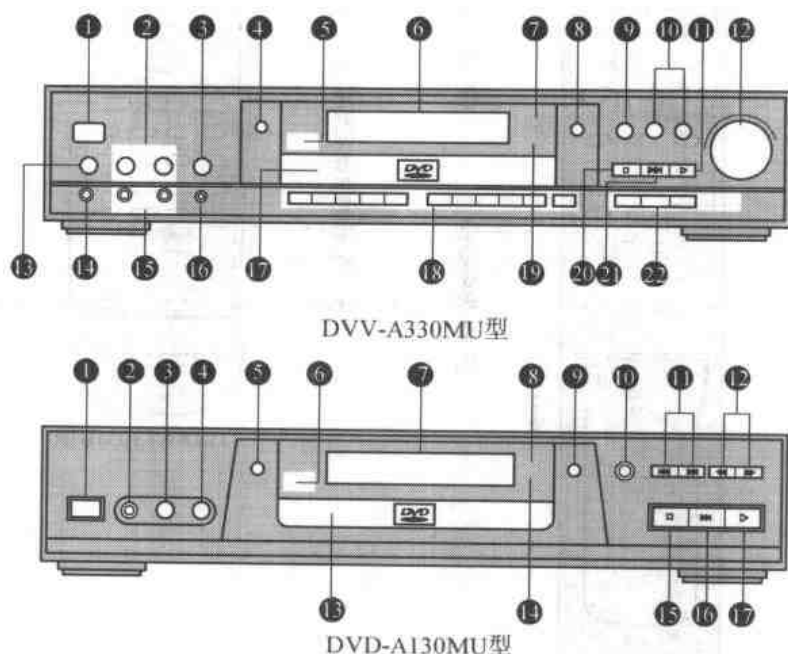
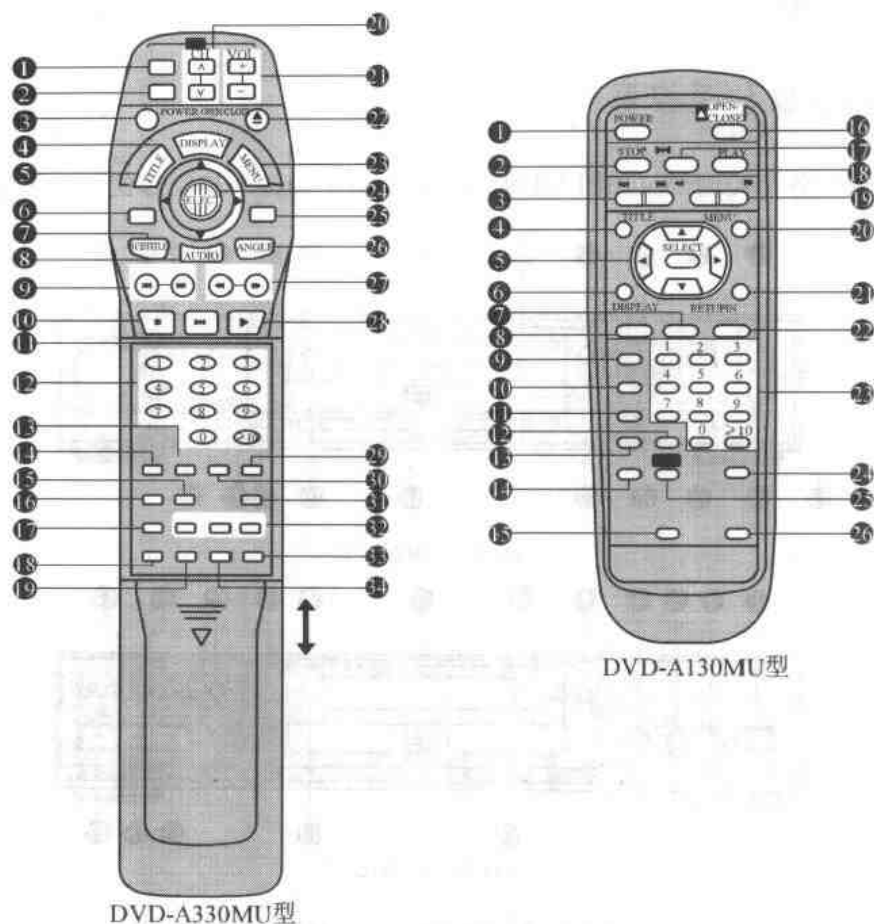

图 1-1 控制面板的各个控制部位
图 1-2 遥控器上的各个控制部位
控制面板的各个控制部位如图 1-1 所示。遥控器上的各个控制部位则如图 1-2 所示。
在图 1-1 中, DVD-A330MU 型各个控制部位的名称分别如下所述: ①——电源开/关按钮 (触按此按钮, 可使本机从打开切换至待机状态或者相反。在待机状态下本机仍将消耗少量电能); ②——话筒 1 和话筒 2 的话筒音量电平旋钮; ③——混响 (Echo) 音量电平旋钮; ④——虚拟环绕声音响钮/指示灯; ⑤——遥控信号感应器; ⑥——显示窗; ⑦——角度指示灯; ⑧——FL 扫视 (Scroll) 钮 (触按此钮, 可在本机显示上表示正在播放的激光碟的音频信息); ⑨——托盘打开/关闭按钮; ⑩——跳越按钮; ⑪——播放按钮; ⑫——往返搜索按钮; ⑬——耳机音量电平旋钮; ⑭——耳机插口; ⑮——话筒 1/话筒 2 插口; ⑯——话筒控制旋钮; ⑰——激光碟托盘; ⑱——数字钮 (选择两位数时, 例如选择曲目 23 时, 请按“≥10”、“2”, 然后按“3”); ⑲——待机指示灯 (当本机连接在交流主电源上时, 该指示灯在待机状态下将亮起, 在本机打开时将熄灭); ⑳——停止按钮; ㉑——静像/暂停按钮; ㉒——音调 (Key) 控制按钮。
在图 1-2 中，DVD-A330MU 型各个控制部位的名称分别如下所述：①——[TV] 电源按钮；②——[TV] AV（音视频）按钮；③——电源按钮（用于 DVD/VCD/CD 激光碟机）；④——显示按钮；⑤——曲目按钮；⑥——标志器按钮；⑦——子曲目按钮；⑧——音频按钮；⑨——跳越按钮；⑩——直接按钮；⑪——静像/暂停按钮；⑫——数字钮（选择两位数时，例如选择曲目 23 时，请按“≥10”、“2”，然后按“3”）；⑬——重复方式按钮；⑭——清除按钮；⑮——VSS（虚拟环绕声）按钮；⑯——设置按钮；⑰——引导旋律（Guide melody）按钮；⑱——歌声按钮；⑲——卡拉 OK 按钮；⑳——[TV] 频道按钮；㉑——[TV] 音量按钮；㉒——托盘开/关按钮；㉓——菜单按钮；㉔——操纵杆/选择按钮；㉕——返回按钮；㉖——角度按钮；㉗——慢动作/搜索按钮；㉘——播放按钮；㉙——播放方式按钮；㉚——A-B 重复按钮；㉛——卡拉 OK 显示按钮；㉜——音调控制按钮；㉝——预定（Request）按钮；㉞——单触发按钮。